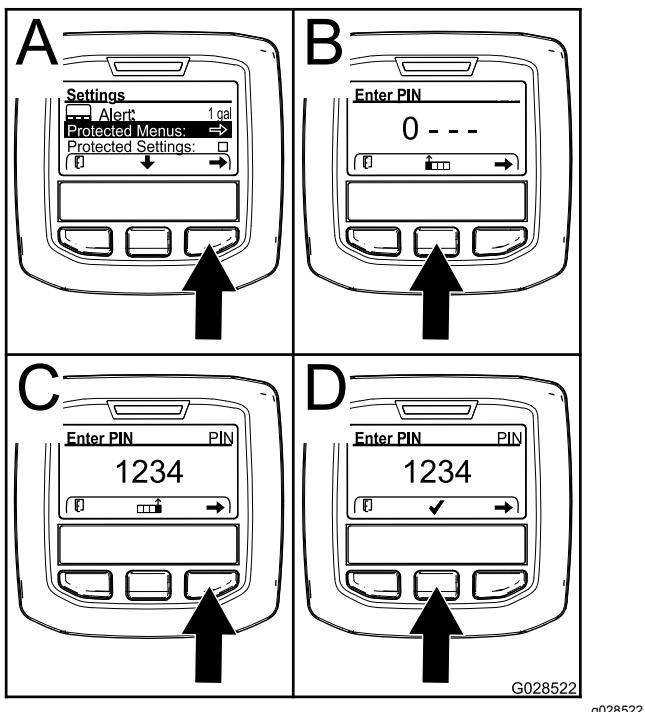

Рисунок 11
пункту PROTECTED MENU (Защищенное меню), и нажмите правую кнопку (Рисунок 11А).
- Чтобы ввести PIN-код, нажмите среднюю кнопку и удерживайте ее в нажатом положении до появления первой цифры, затем нажмите правую кнопку, чтобы перейти на следующую цифру (Рисунок 11Б и Рисунок 11С). Повторяйте этот пункт до тех пор, пока не будет введена последняя цифра, затем нажмите правую кнопку еще раз.
- Нажмите среднюю кнопку для ввода PIN-кода (Рисунок 11Д).